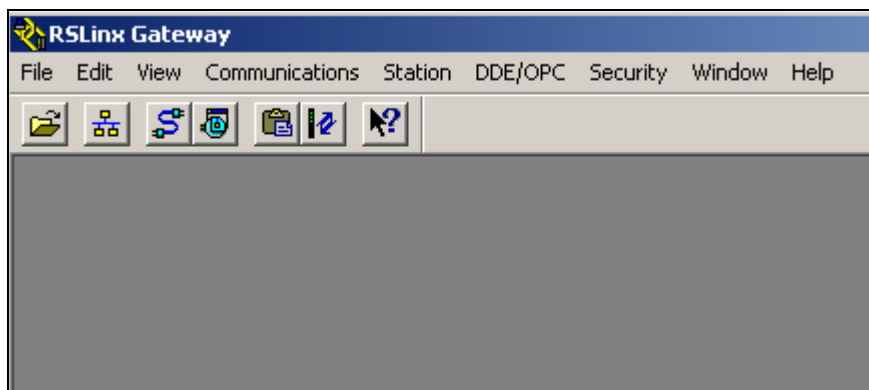

图 3-28 RSLinx 启动界面
6. RSLinx 通讯网络组态。单击 *Start->Program->Rockwell Software->RSLinx->RSLinx*，起动 RSLinx，如图 3-28 所示。